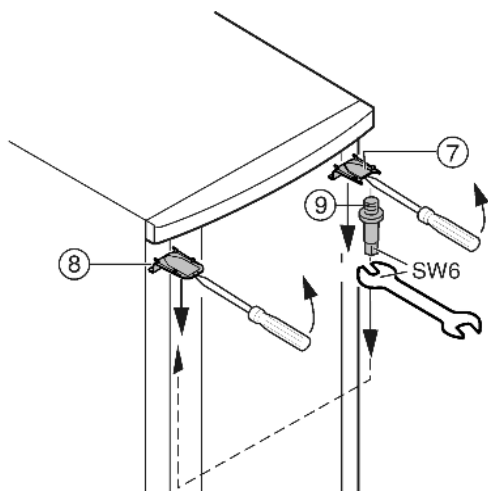

Fig. 7
- ▶ Za pomocą śrubokrętu podważyć z przodu osłonę Fig. 7 (7) u góry i osłonę Fig. 7 (8) i wyjąć je skośnie w dół.
- ▶ Wykręcić trzpień zawiasu Fig. 7 (9) i wkręcić mocno po przeciwnej stronie (**z siłą 4 Nm**).
- ▶ Ponownie zamontować osłonę Fig. 7 (7) po stronie sworznia łożyska: nasadzić z tyłu i zażębić z przodu.
- ▶ Zamontować osłonę Fig. 7 (8) po przeciwległej stronie: nasadzić z tyłu i zażębić z przodu.
- ▶ Drzwi zawiesić na górze na trzpieniach zawiasów Fig. 7 (9).